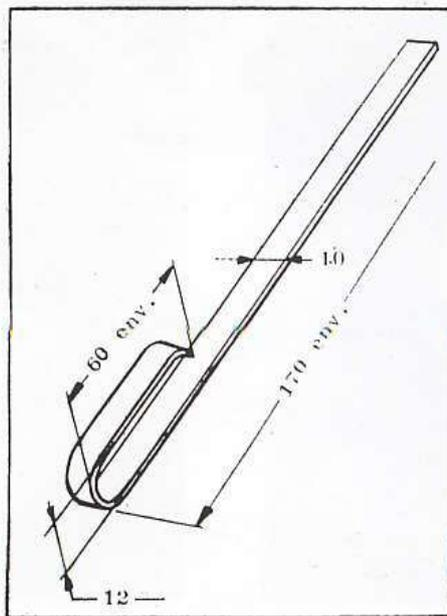

Figure 103. — Plan coté du ressort à placer entre les garnitures pour les maintenir écartées.
- Dégager les étriers sans forcer et sans débrancher les tuyauteries, placer le ressort (cotes fig. 103).
- Maintenir les plaquettes écartées avec l'outil dont les cotes sont indiquées figure 103.
- Mettre en place les garnitures et les maintenir avec l'outil spécial (voir figure 103).